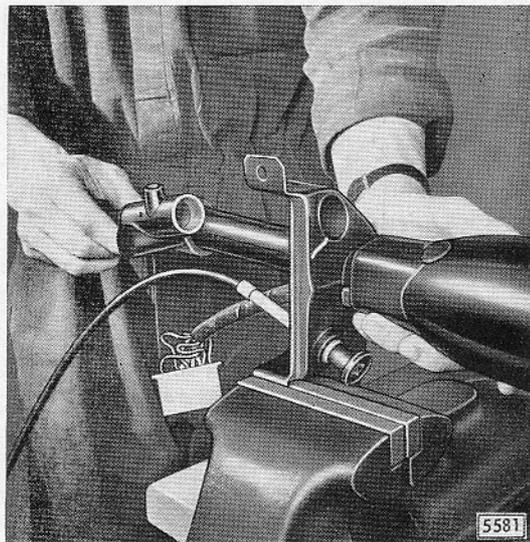

Bild B 30 - Lenk- und Zündschloß vom Lenkstützrohr abnehmen
4. Lenk- und Zündschloß über langes Ende vom Lenkstützrohr abnehmen (Bild B 30).